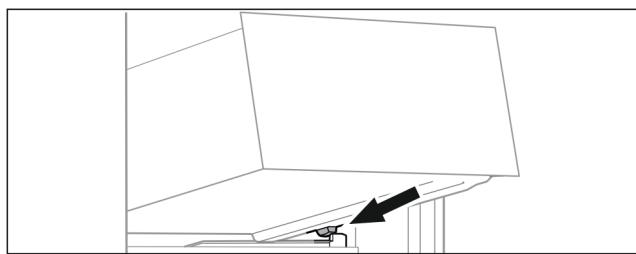

Fig. 67
- Поставете чекмеджето под ъгъл зад ограничителите върху реброто на съда. (вж Fig. 67)